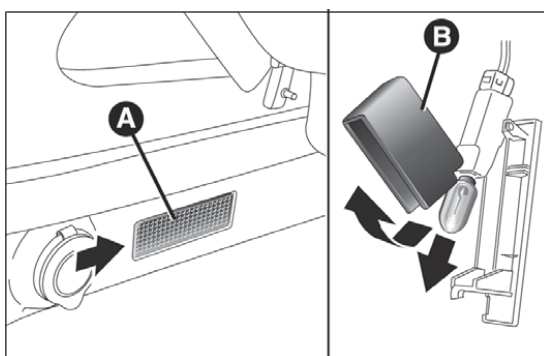

Abb. 199
- Den Kofferraum öffnen und die Deckenleuchte A Abb. 199 über den vom Pfeil angezeigten Punkt Druck ausüben;